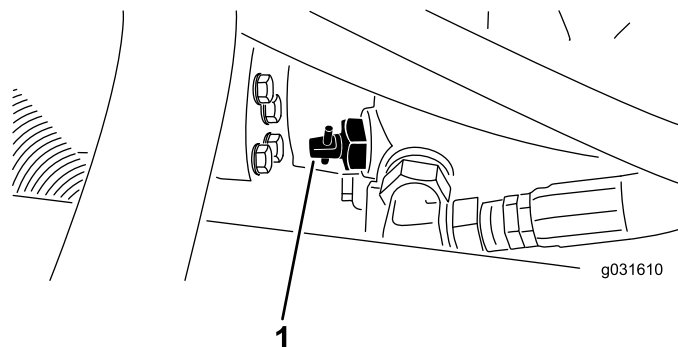

図 30
1. ポンプについているバイパスバルブ 図 30 を、90° 1/4 回転だけゆるめる。